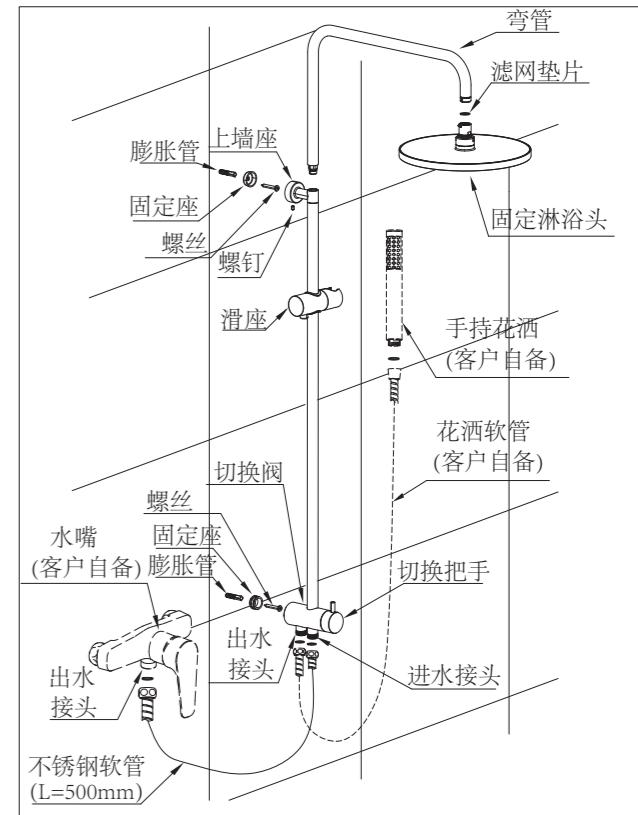

图2
如图2所示(TBW13030C2为例)
- a.取出弯管、直管、固定花洒头、杆式淋浴器本体, 将弯管前端与固定花洒头连接, 然后将弯管带O型圈的一端对准并套入上墙座(注意安装时弯管与墙座的方向, 如图2)。
如图2所示